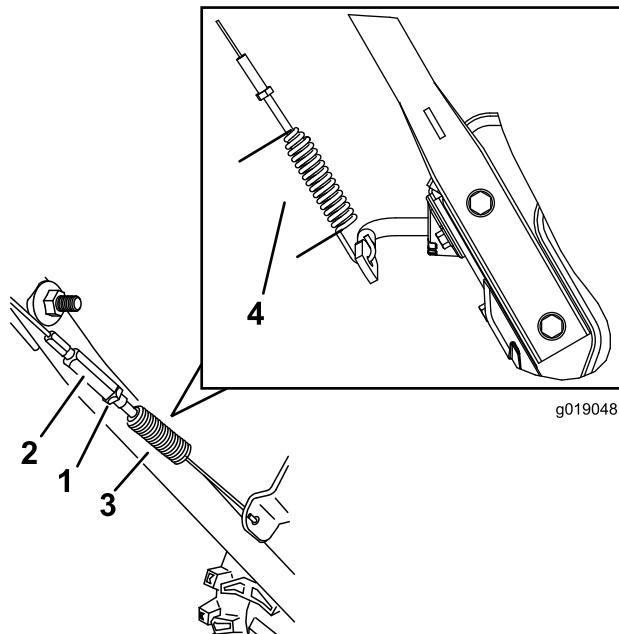

Figure 38
- Serrez le contre-écrou (Figure 38) en vérifiant que le câble est légèrement tendu.